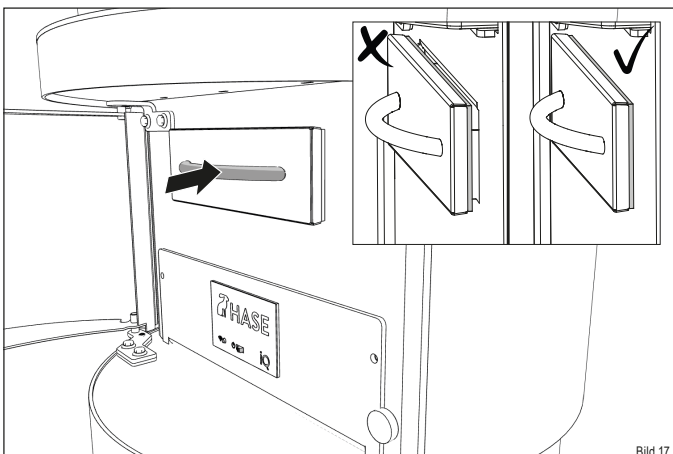

Bild 17
Achten Sie beim Einschieben des Aschebehälters darauf, dass dieser bündig mit der Dichtung anliegt (Bild 17).
- ✓ Schieben Sie den Aschebehälter wieder in die Öffnung, so dass dieser bündig mit der Dichtung anliegt (Bild 17).
- ▶ Schieben Sie den Aschebehälter wieder in die Öffnung, so dass dieser bündig mit der Dichtung anliegt (Bild 17).
- ▶ Schieben Sie den Aschebehälter wieder in die Öffnung (Bild 17).